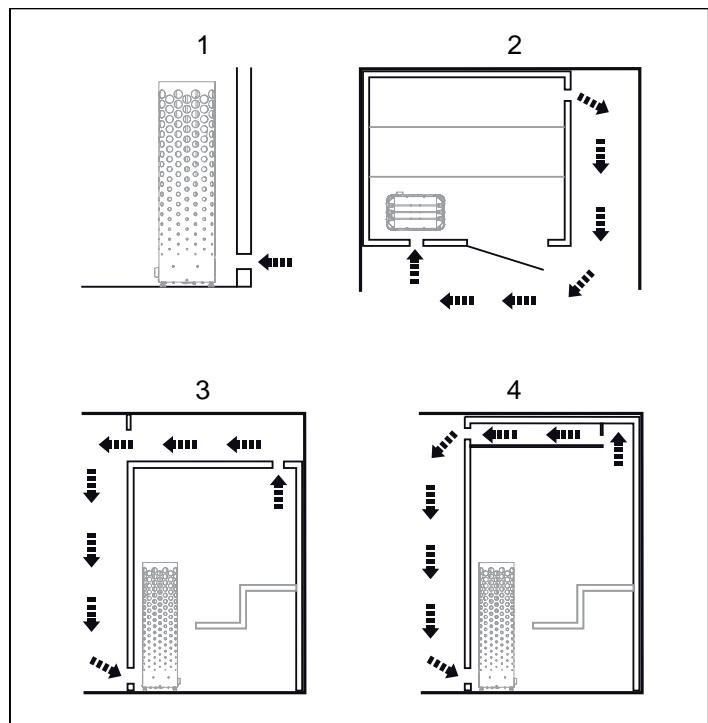

Abb. 6: Position des Zu- und Abluftventils
Platzieren Sie das Zuluftventil gerade durch die Wand, mitten durch den unteren Teil des Ofens, siehe Abb. 6.
- Oben an der Wand oder an der Decke, siehe Abb. 6.